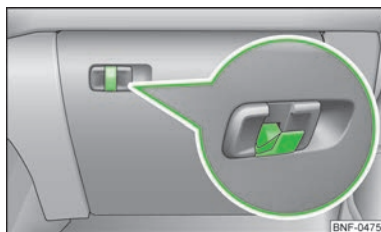

Bild 52
I förvaringsfackets öppningsdel på passagerarsidan finns en fällbar spak » bild 52 som är till för upphängning av mindre bagage, t.ex. väskor o. dyl.
- Om kroken är utfälld » bild 52 kan man inte öppna förvaringsfacket.